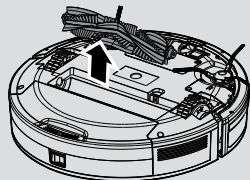

Рис. 13
3. Поднимите вращающуюся щетку, взявшись за один ее конец. [Рис. 13]